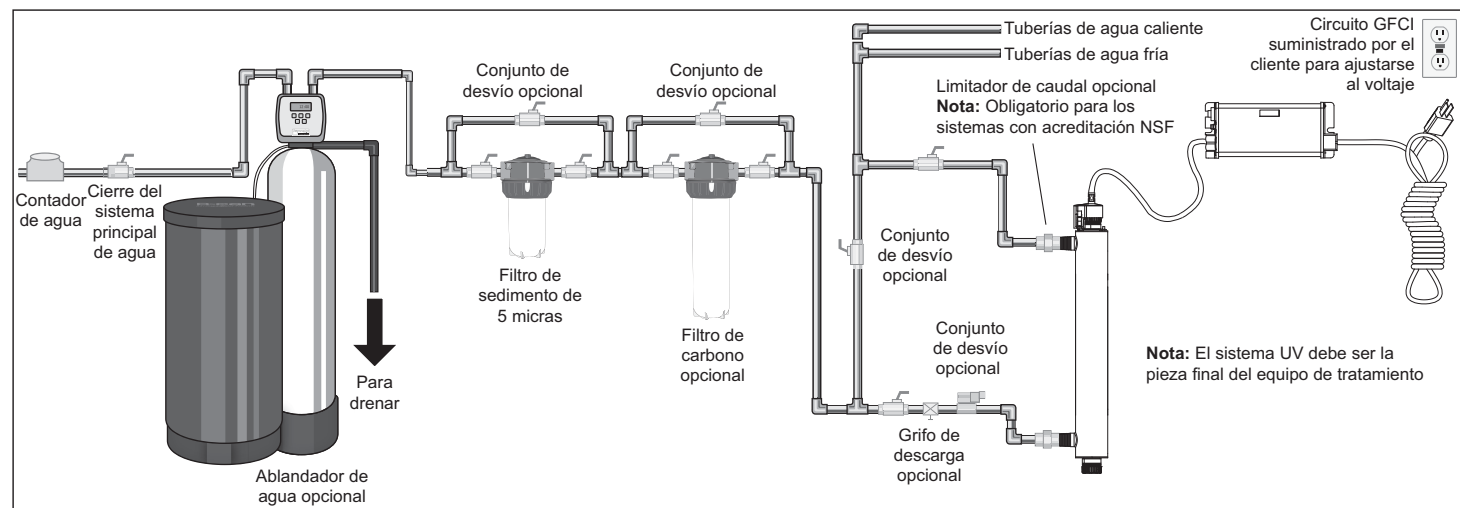

Figura 2 Sistema de desinfección
1. En la Figura 2 se muestra la instalación de un sistema de desinfección típico y los componentes relacionados que se pueden usar para la instalación. Se recomienda el uso de un conjunto de desvío en el caso de que el sistema requiera mantenimiento "fuera de línea". En dicho caso, tenga en cuenta que el sistema requiere una desinfección adicional para el sistema de distribución si se usa agua durante la condición de desvío. Además, durante el desvío, el agua NO se desinfectará y se deberá colocar físicamente la etiqueta "NO CONSUMIR EL AGUA" en el conjunto de desvío hasta que el sistema se haya saneado y puesto en servicio nuevamente. Para obtener más información, consulte Sección 3.2. Si el agua se va a consumir mientras el sistema está fuera de línea, se deberá hervir durante dos minutos antes del consumo.